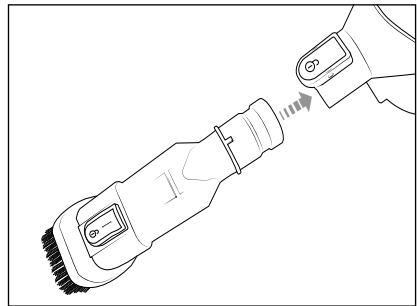

Abb. 8
- Schieben Sie die 2-in-1 Kombibürste **8** auf die Saugöffnung des Gerätes, bis sie hörbar einrastet (siehe Abb. 8).